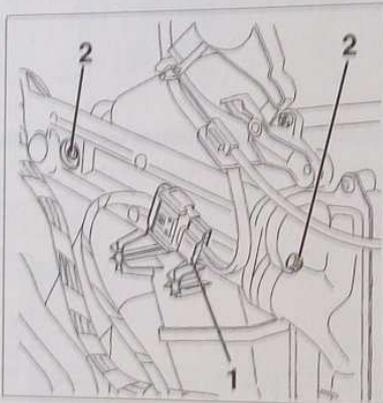

FIG.5
• Débrancher le connecteur (1) (Fig.5).
- les vis de fixation (2) des tuyaux de radiateur de chauffage.